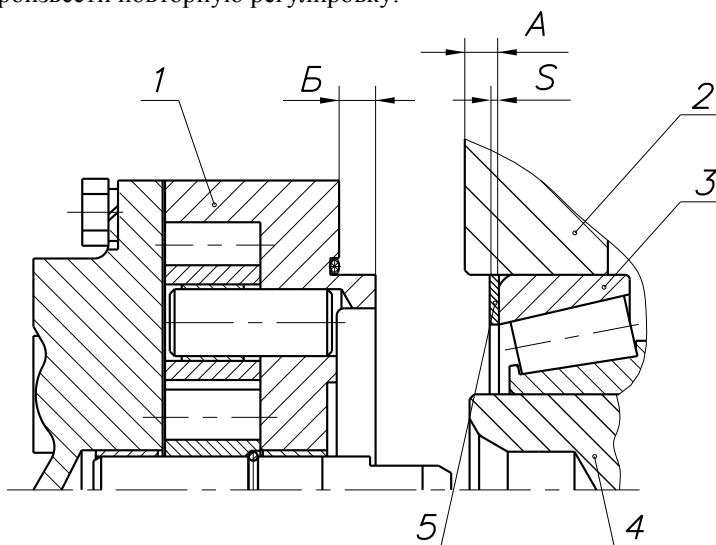

Рис.101:
5.1 Установить в расточку картера коробки передач наружное кольцо переднего подшипника промежуточного вала, после чего измерить абсолютную величину размера А (между торцами картера и наружным кольцом подшипника) рис. 101. При этом, наружное кольцо заднего подшипника промежуточного вала должно быть плотно (под усилием собственного веса вала) прижато к торцу проставки демультипликатора, а наружное кольцо переднего подшипника - к роликам. Перед замером промежуточный вал провернуть не менее пяти оборотов.